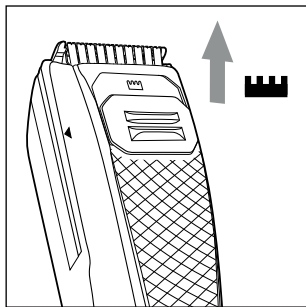

Fig. 6
- 1) Faites glisser le poussoir pour la fonction de désépaississage  ② vers le haut en position . La fonction de désépaississage intégrée dans la tête de coupe ① sort par le haut (voir fig. 6).